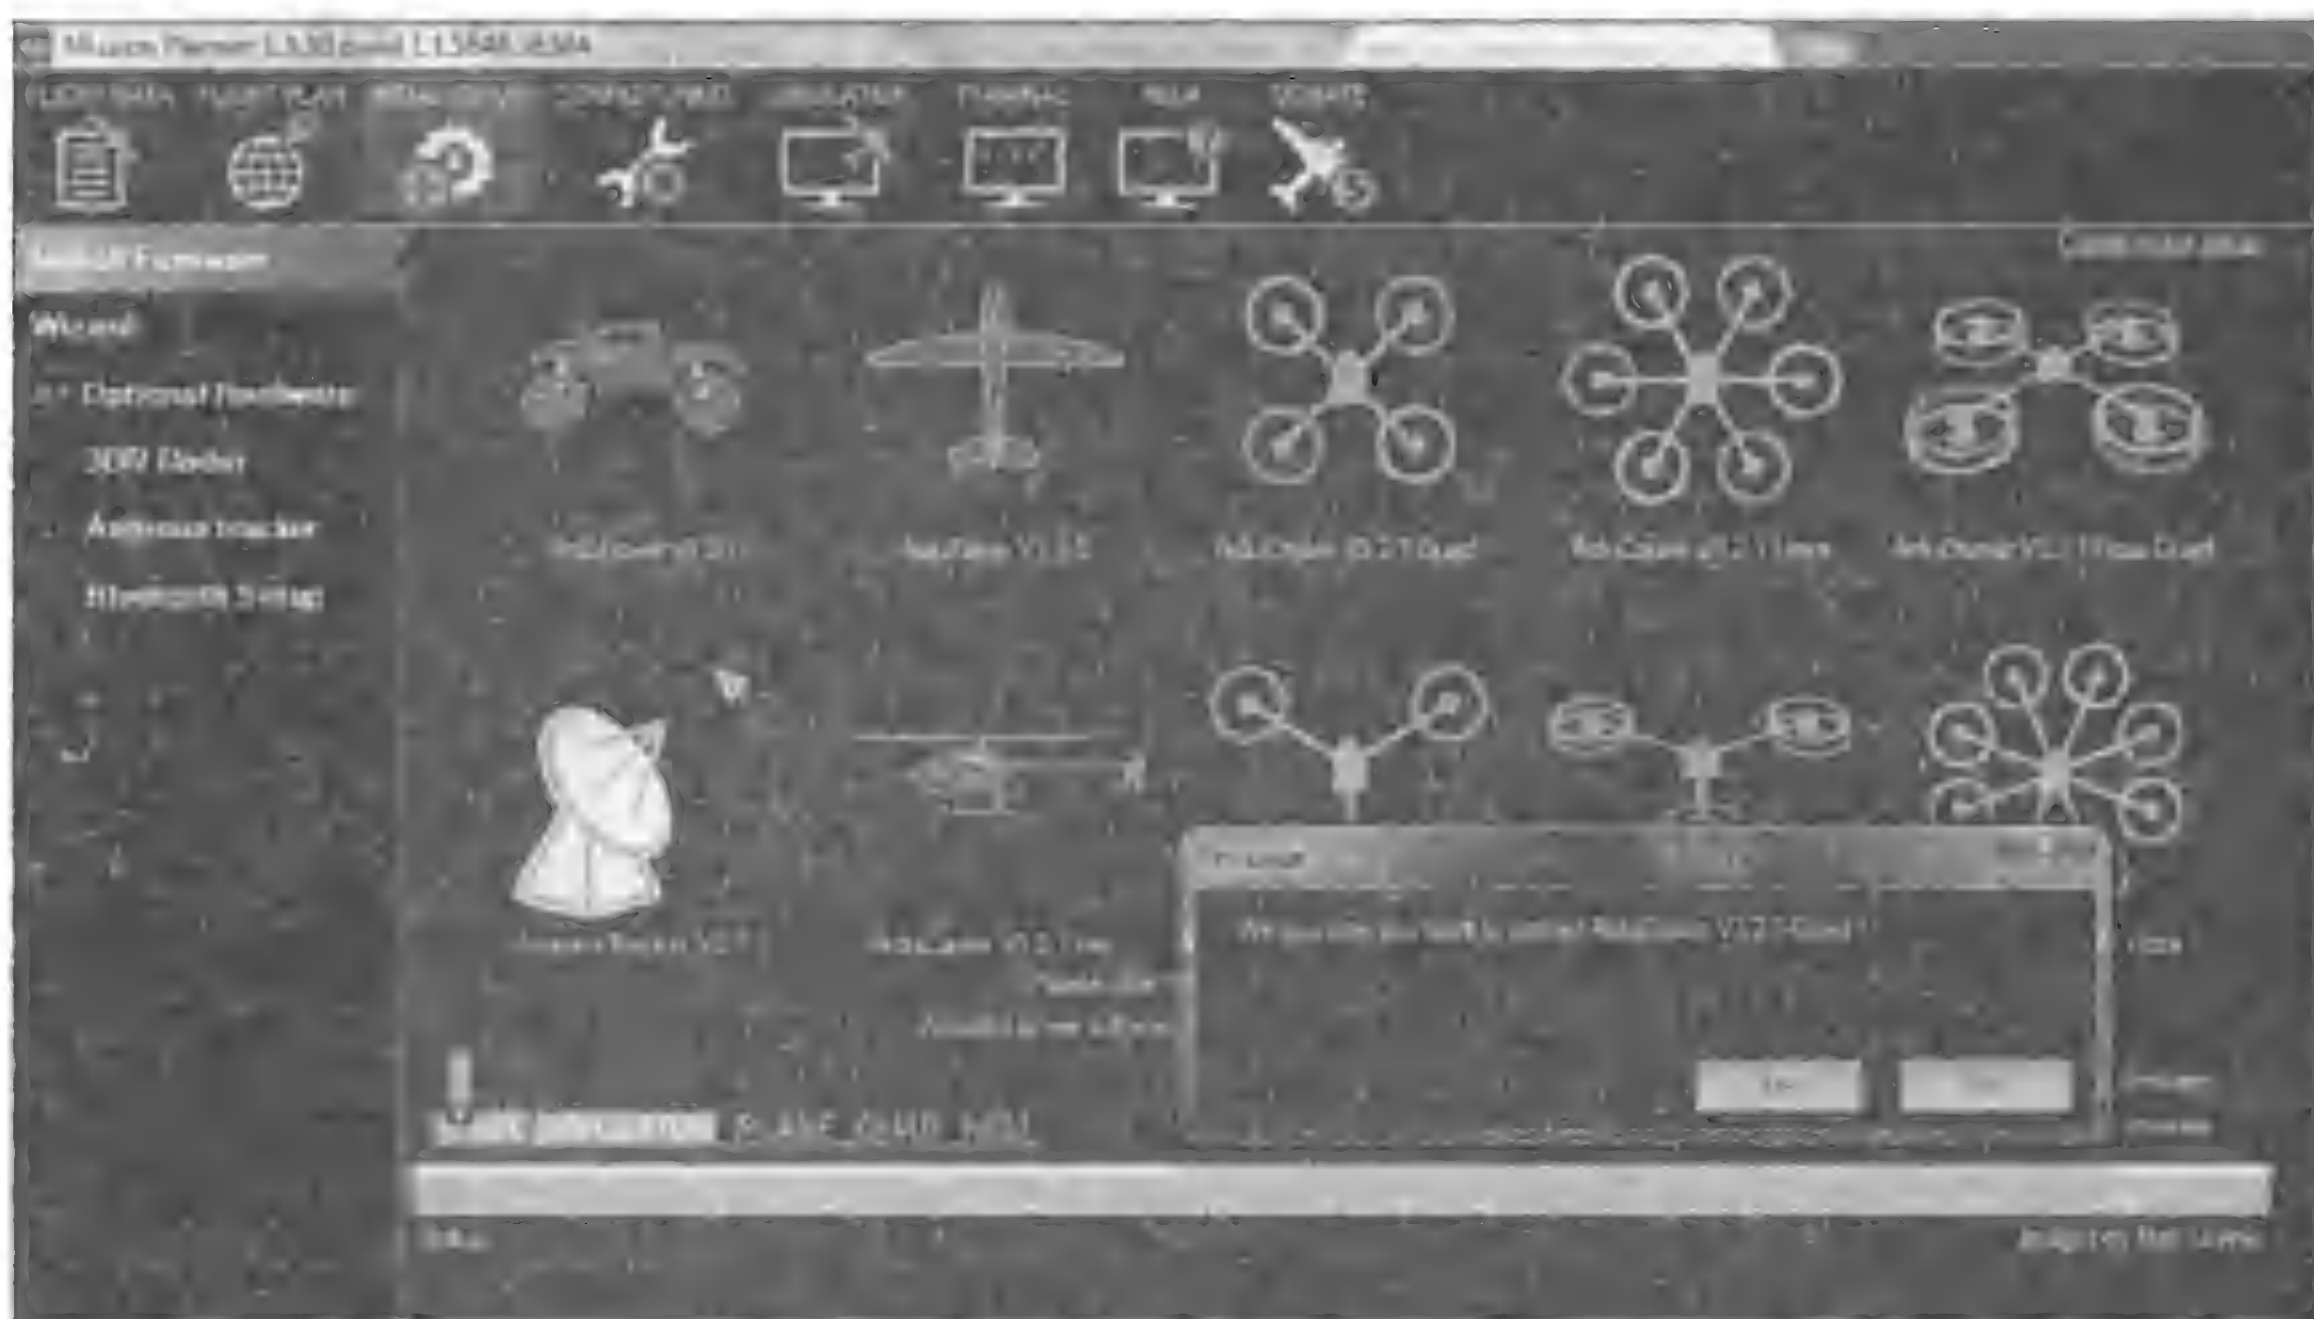

Рис. 9.2. Подтвердите обновление, нажав кнопку **Yes**
5. Вы получите запрос на подтверждение обновления. Нажмите кнопку **Yes** для продолжения (рис. 9.2).